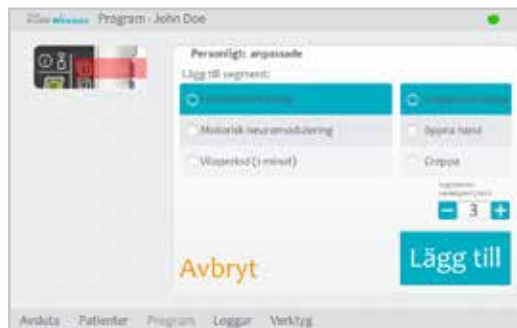

Bild 8-30: Fönstret Personligt anpassade, Lägg till segment
7. Om du vill lägga till ett segment, tryck på Lägg till för att öppna fönstret Lägg till segment. Se bild 8-30. Välj önskat segment, justera segmentets längd och tryck på Lägg till. Den tillagda segmentet visas längst ned i segmentlistan.